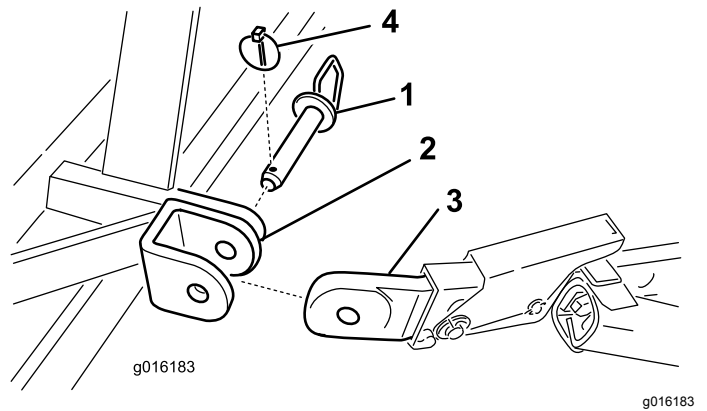

Figura 4
5. Prenda os braços de articulação inferiores aos suportes de montagem do arejador com pinos de engate e pinos de sujeição (Figura 4).